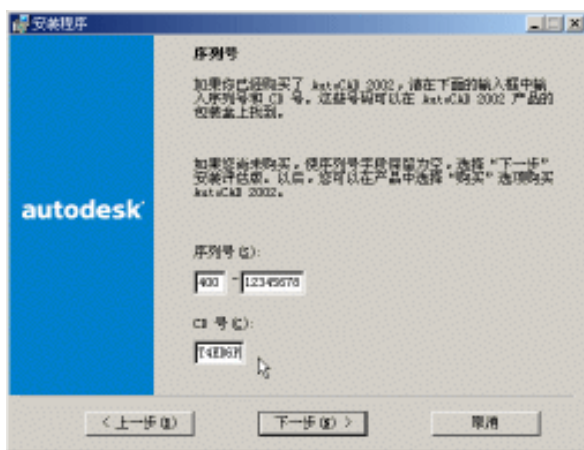

图 1-2
(3)此时,弹出一**序列**对话框,这个序列号一般在 CD 盘上可以找到,也可在包装盒上找到,并按要求正确填写,否则不能进行下一步安装,如图 1-2 所示。